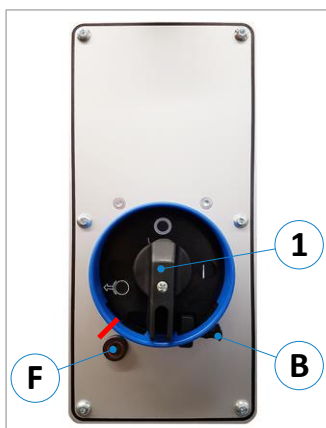

Figura 16: Interruptor da máquina (2,2 kW)
- Colocar o interruptor (1) na posição “O”.
- Deslocar o fecho giratório (B) para a esquerda (ver marcação vermelha sob ⇒ Figura 16).
- Rodar o interruptor (1) totalmente para a esquerda